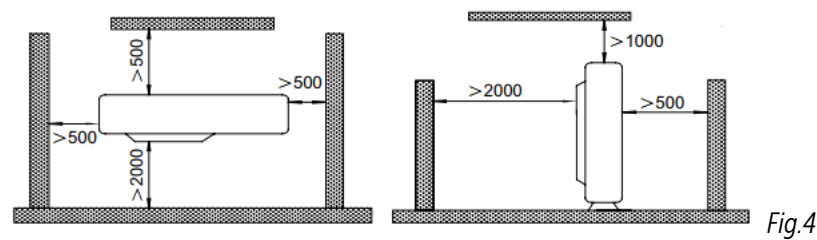

Fig.4
- Lo spazio di installazione dell'unità deve essere conforme a quanto richiesto nella Fig.4.